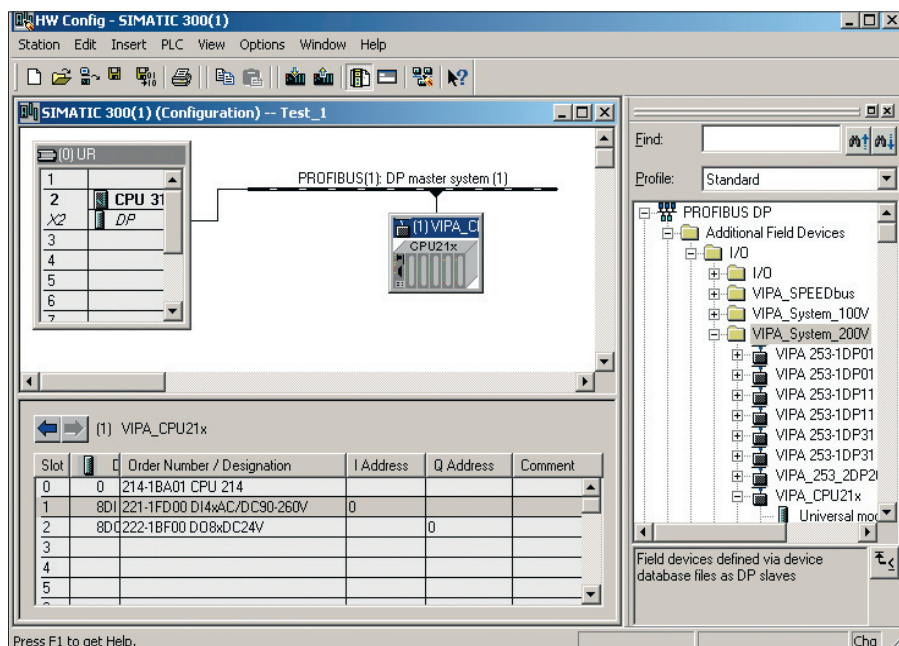

Рис. 1. Добавление модуля VIPA в аппаратном конфигуризаторе Hardware Configurator
5. Откройте папку **PROFIBUS-DP** в библиотеке **Hardware Catalog**, перейдите в подпапку **Additional Field Devices → I/O → VIPA** (рис. 1).
6. Щёлкните мышью на добавленном объекте **VIPA_CPU21x**, в нижней части экрана появится таблица. Выберите слот 0, после чего перейдите в библиотеку **Hardware Catalog** и найдите в списке необходимый модуль ПЛК, например **214-1BA01 CPU214**. После двух щелчков мыши он добавится в слот 0 (рис.1). Аналогично вносятся и дополнительные модули расширения, используемые в системе.